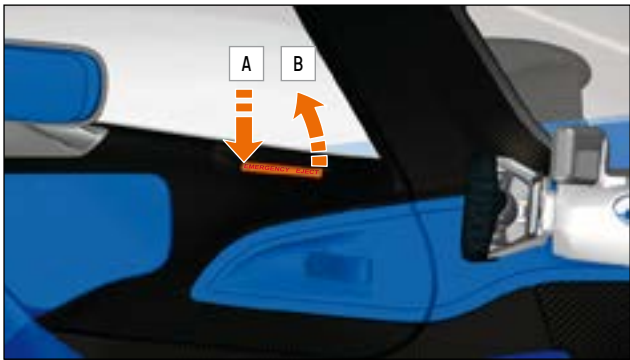

ABB.46 NOTENTRIEGELUNGSEHEL AUF DER FAHRER- UND BEIFAHRESEITE
1. Drücken Sie den Hebel an der hinteren Position A (» Abb.46), um ihn freizugeben. Dadurch wird er in die obere Position B (» Abb.46) bewegt.